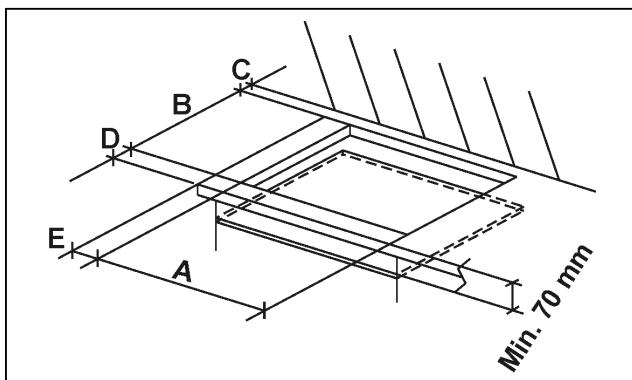

FIG. 7
En la superficie del mueble modular se debe efectuar una abertura con las dimensiones indicadas en la fig. 7, prestando atención en respetar estrictamente las distancias críticas entre la superficie, las paredes laterales, la pared posterior y la superior (véase fig. 7 - 8).
- Para evitar posibles contactos casuales con la superficie del armazón de la encimera, sobreelcalentada durante el funcionamiento, es necesario colocar un separador de madera fijado por tornillos a una distancia mínima de 70 mm del borde (fig. 7).